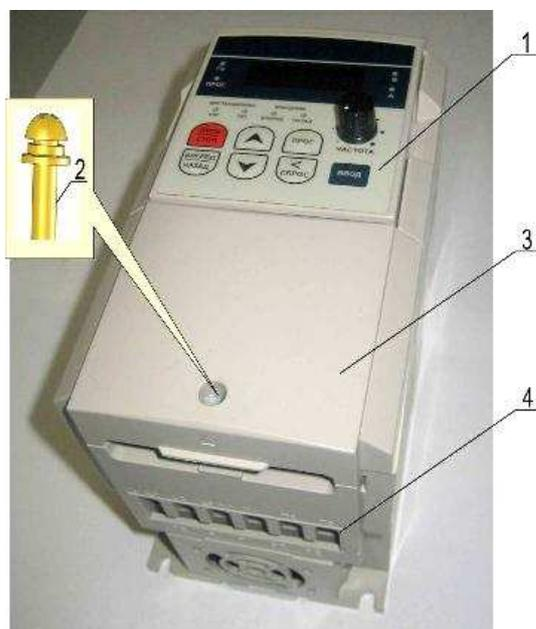

Рис. 7.25
7.9.1. Установить решётку 4 в отверстие верхней части корпуса над вентилятором, при этом две защёлки решётки должны войти в отверстия верхней части корпуса (рис. 7.25).
7.9.2. Установить крышку 3, вкрутив в отверстие крышки винт 2 (рис. 7.25).
7.9.3. Установить пульт управления 1, приложив рукой вертикальное усилие вниз до щелчка (рис. 7.25).